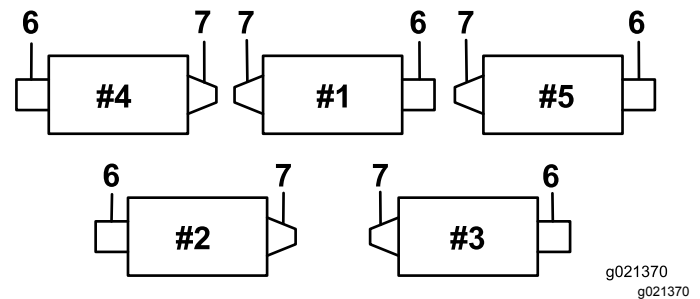
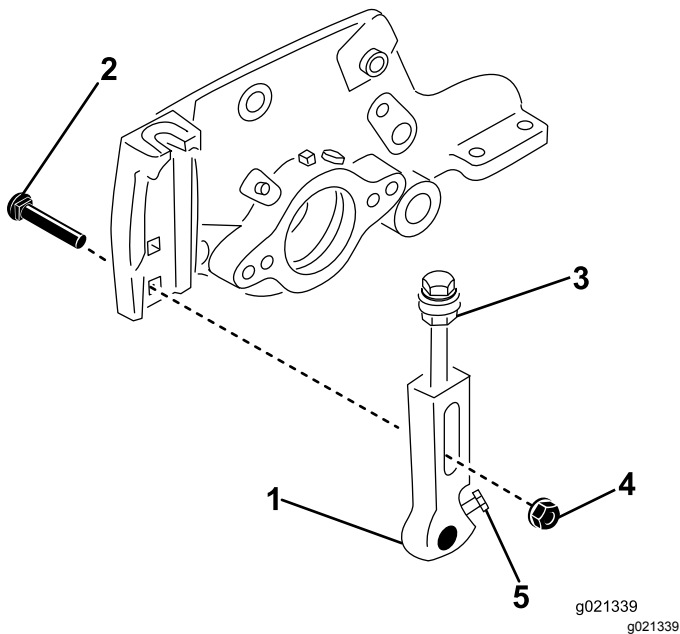
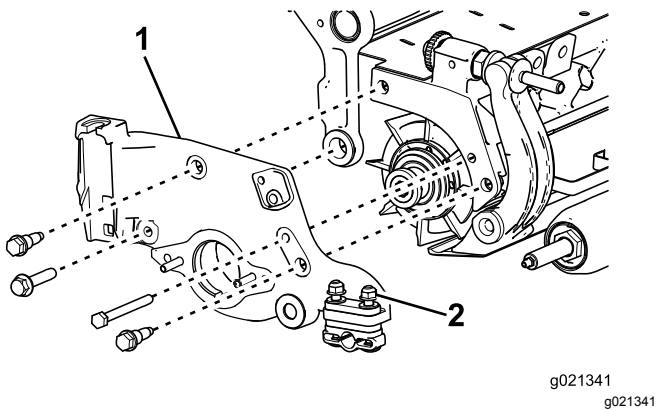

Figure 1
Figure 3
Figure 4
Toutes les unités de coupe sont expédiées avec le contrepoids monté sur le côté gauche. Reportez-vous à la Figure 1 pour déterminer la position de la brosse de rouleau et des moteurs des cylindres.
6. Pour unités de coupe de 56 cm (côté brosse des rouleaux n° 2 et 3 (Figure 1) seulement). Déposez les supports de hauteur de coupe (Figure 3).
7. **Pour unités de coupe de 56 cm (côté brosse des rouleaux n° 2 et 3 (Figure 1) seulement).** Déposez la plaque latérale en retirant les fixations qui gênent et en desserrant les écrous de serrage de rouleau arrière (Figure 4).
8. **Pour unités de coupe de 56 cm (côté brosse des rouleaux n° 2 et 3 (Figure 1) seulement).** Retirez les boulons de la plaque latérale.
9. **Pour unités de coupe de 56 cm (côté brosse des rouleaux n° 2 et 3 (Figure 1) seulement).** Reposez la plaque latérale et le support de hauteur de coupe sur l'unité de coupe.
Remarque: Les inserts filetés gauches se trouvent sur les unités de coupe n° 1, 3 et 5 (Figure 1).